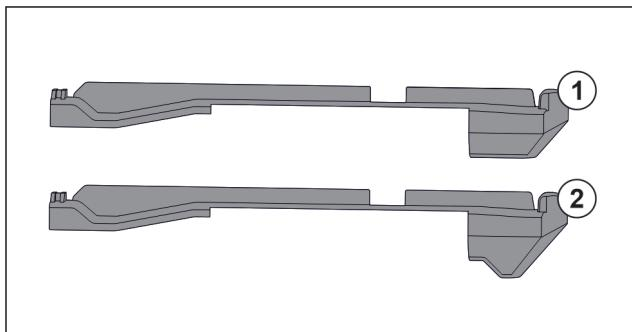

Fig. 108 Сравнение вставных частей
В устройстве находятся две разные вставные части. Вставная часть над самым нижним выдвижным ящиком Fig. 108 (2) имеет треугольную кромку. Все прочие вставные части Fig. 108 (1) имеют прямую кромку.
- Установите вставную часть Fig. 108 (2) с треугольной кромкой над самым нижним выдвижным ящиком.
- Установите вставную часть Fig. 108 (1) с прямой кромкой на все прочие места.